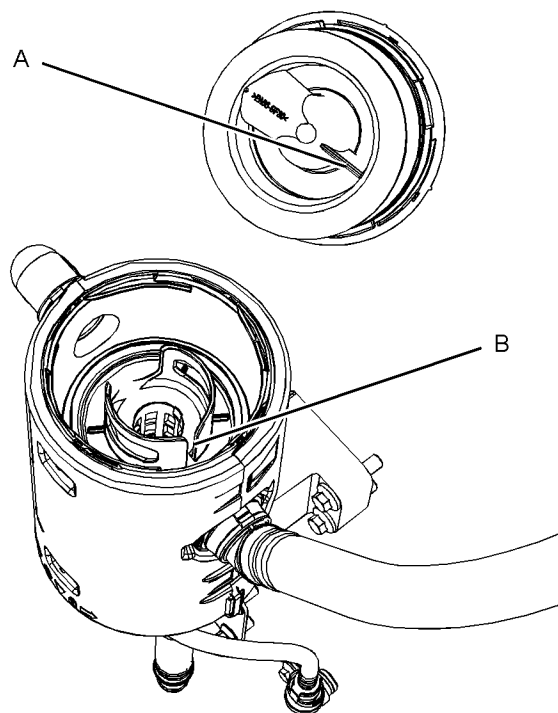

Abbildung 80
4. Ein neues Filterelement in das Gehäuse des Entlüfters (3) einsetzen. Sicherstellen, dass das Element in der richtigen Position ist, siehe Abbildung 80 . Ausrichten von Position (A) am oberen Deckel mit Position (B) am Filterelement.